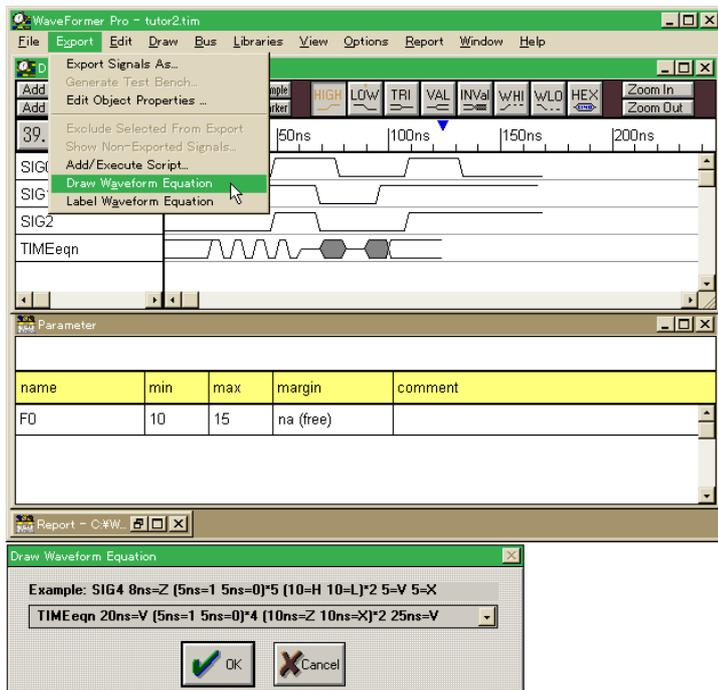

図 2.2 一時的論理式により生成した波形例
3. OK ボタンをクリックすると波形がダイアグラムに追加され，ダイアログ・ボックスが閉じます。ここで，生成された新規信号は図 2.1 に示した信号 TIMEeqn と同じ形状であることがわかります(図 2.2)。